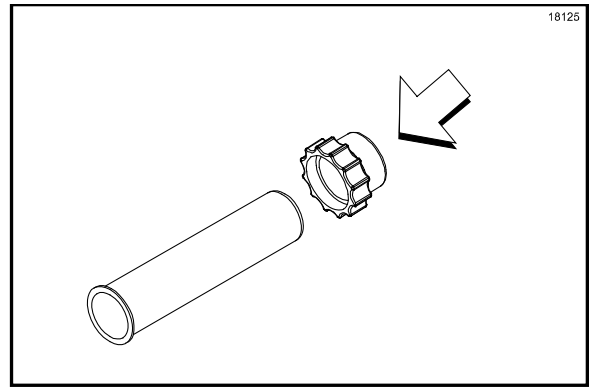

Figure 90
5. Installer l'écrou du piston sur le tube du piston (Cf. Figure 90).